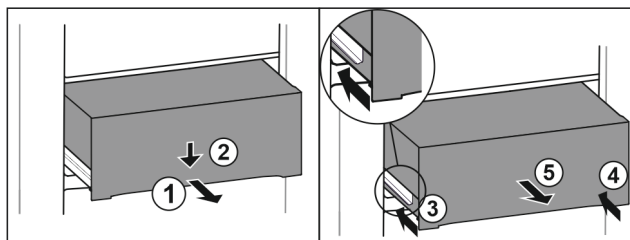

Fig. 91
- Estrarre il cassetto a metà. Fig. 91 (1)
- Premere il cassetto sul lato anteriore verso il basso. Fig. 91 (2)
- Spingere la guida sinistra di circa 2 cm verso l'interno. Fig. 91 (3)
- Spingere la guida destra di circa 2 cm verso l'interno. Fig. 91 (4)
- Rimuovere il cassetto tirandolo in avanti. Fig. 91 (5)